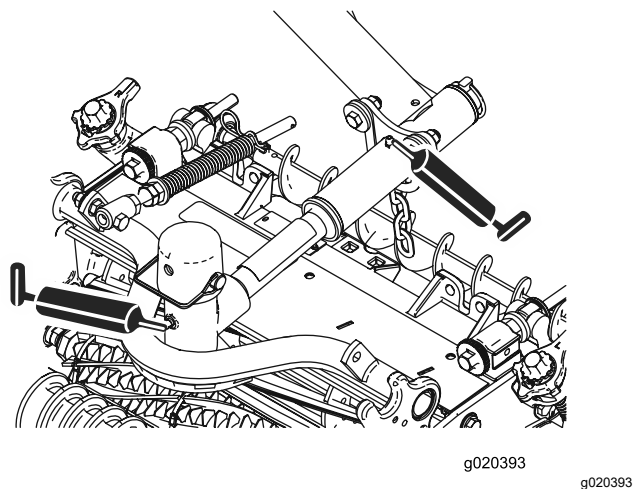

Figura 59
- Articulações da unidade de corte (2 cada); consulte Figura 59.